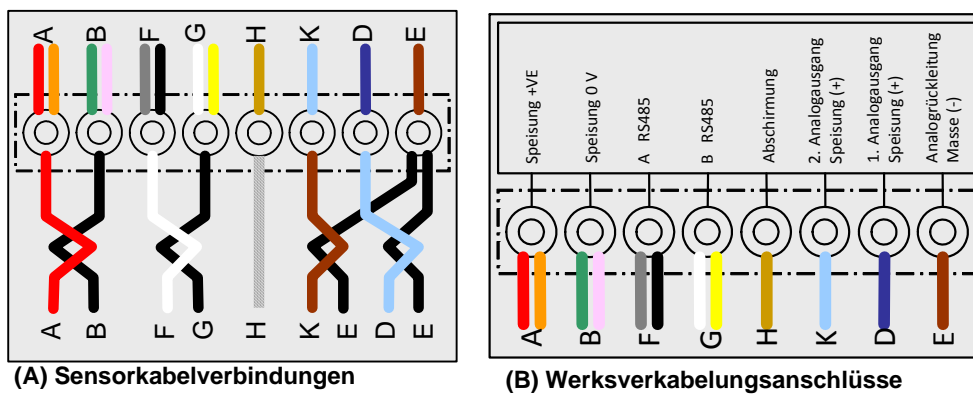

Abbildung 27: Schaltpläne
- Schließen Sie die Kabel gemäß Diagramm an die Reihenklemme des drehbaren Anschlusses an (siehe Figure 27).
- Führen Sie das Werkskabel durch die Stopfbuchse des Gehäuses und kürzen Sie es nach Bedarf. Schließen Sie das Werkskabel gemäß Diagramm an die feste Reihenklemme im Deckel an (siehe Figure 27).